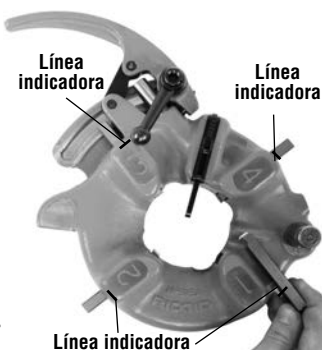

Figura 12 – Inserción de terrajas
6. Introduzca las terrajas apropiadas en el cabezal de terrajas, con el borde que lleva el número orientado hacia arriba, hasta que la línea indicadora esté al ras con el borde del cabezal (vea la Figura 12). Los números en las terrajas deben coincidir con los números en las ranuras del cabezal. Siempre cambie el juego completo de terrajas. No mezcle terrajas de distintos juegos.